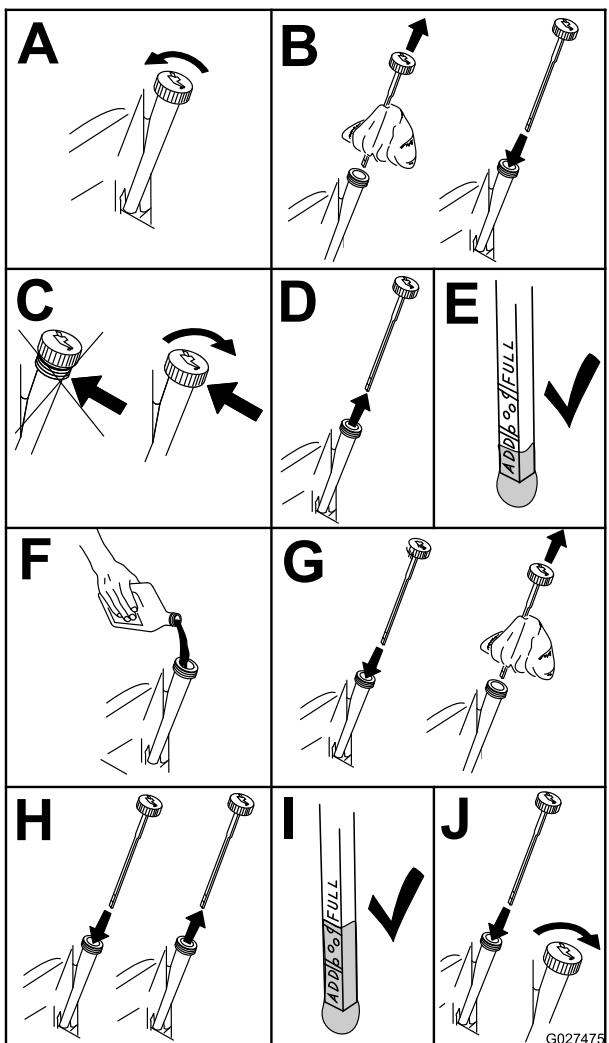

Figura 35
4. Compruebe el nivel de aceite del motor (Figura 35).